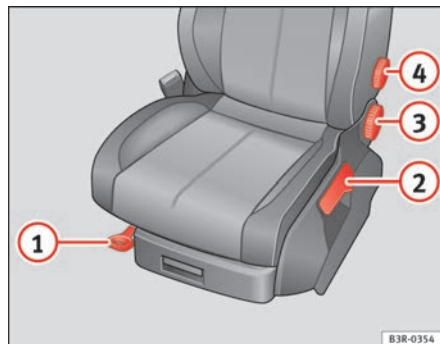

Fig. 106 Comandos no banco do condutor
- Levante a alavanca ① ⇒ fig. 106 e desloque o banco até à posição desejada.
- Solte a alavanca ① e continue a deslocar o banco até o mesmo encaixar no bloqueio.
- Puxe a alavanca ② ⇒ fig. 106 várias vezes para cima, até alcançar a posição desejada.
- Com a mão, gire a roda ③ ⇒ página 139, fig. 106, para regular a inclinação do encosto.
- Não exercer pressão no encosto e girar a roda ④ ⇒ página 139, fig. 106 para regular o apoio lombar.